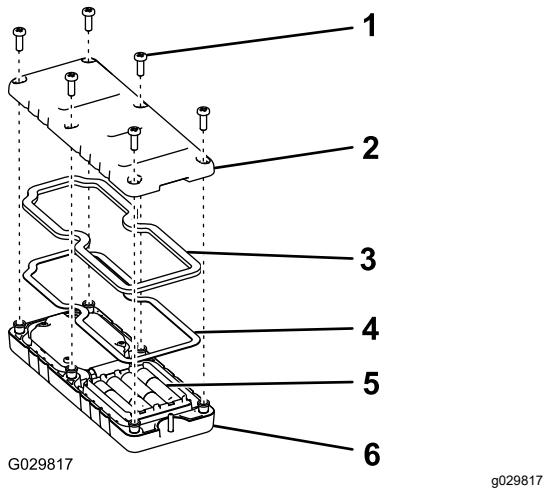

Figure 40
1. Retirez les 6 vis au dos de la télécommande et déposez le couvercle (Figure 40).
5. Remettez le couvercle en place et fixez-le avec les 6 vis retirées précédemment (Figure 40), serrées à un couple de 1,5 à 1,7 N·m.